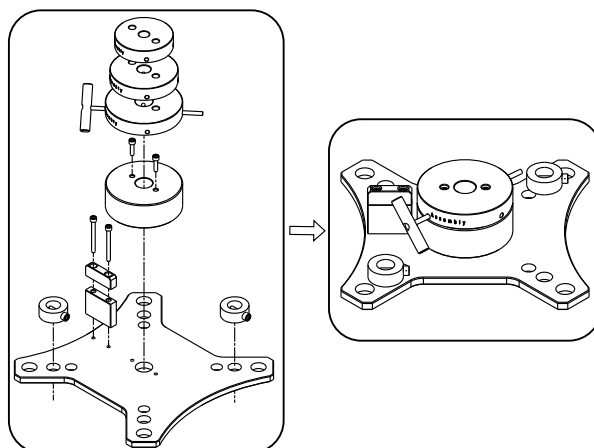

Рис. 20 Приспособление Н2
- Соберите приспособление Н2. См. рис. 20.